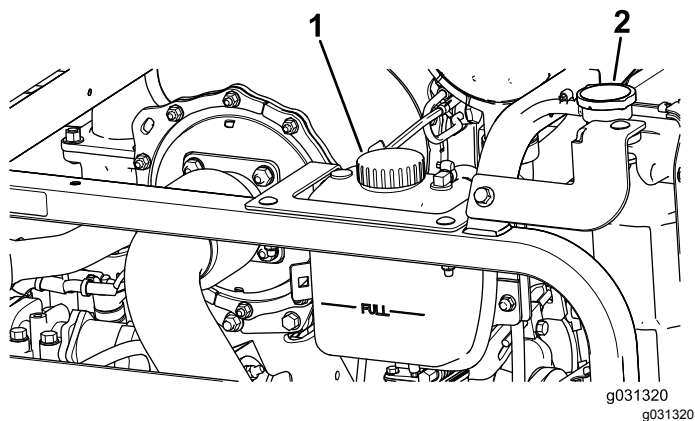

Figura 119
1. Togliete con cautela il tappo del radiatore e il tappo del serbatoio di espansione (Figura 119).
2. Controllate il livello del refrigerante nel radiatore (Figura 119).